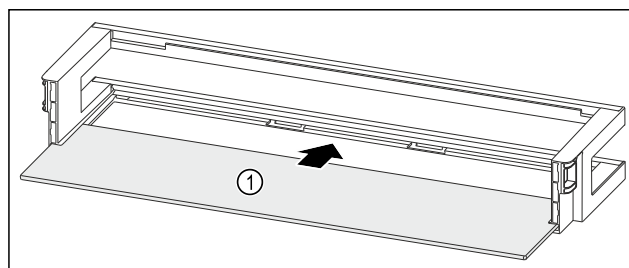

Fig. 232 Raft montat pe ușă cu raft
- ▶ Împingeți în interior raftul Fig. 232 (1) în degajările laterale.